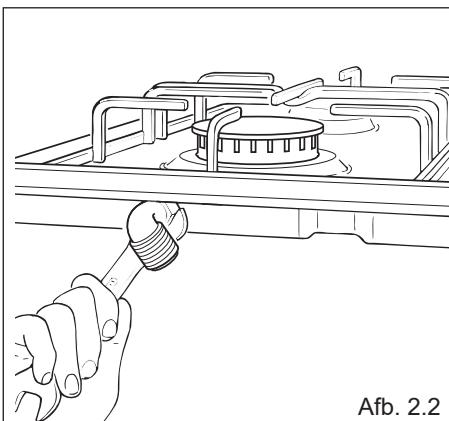

Afb. 2.1
De aansluiting van het komfoor is als volgt samengesteld (afb. 2.1):
De aansluiting kan in elke gewenste richting worden gedraaid nadat het verbindingsstuk "C" is losgedraaid van nippel "A" (afb. 2.1).
- De pakking "F" (afb. 2.1) zorgen voor de dichtheid van de gashaansluiting. Het is raadzaam deze onderdelen bij de geringste vervorming of afwijking te vervangen. Het is raadzaam deze onderdelen bij de geringste vervorming of afwijking te vervangen.